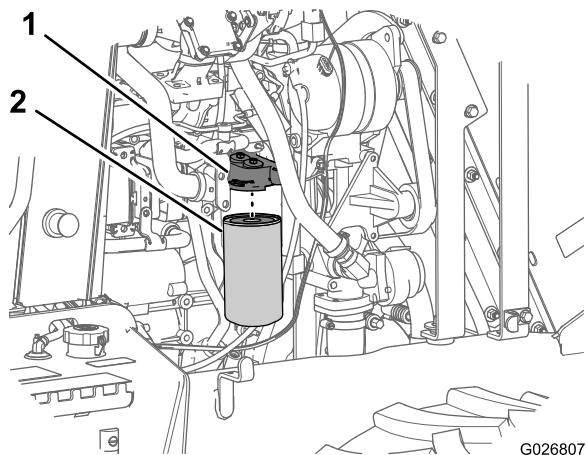

Рисунок 66
- Поместите небольшой сливной поддон под масляный фильтр (Рисунок 66).
- Поверните масляный фильтр влево и снимите его (Рисунок 66).
- Совместите масляный фильтр с головкой масляного фильтра и поверните его вправо, пока уплотнение масляного фильтра не войдет в контакт с головкой масляного фильтра (Рисунок 66).
- От руки затяните масляный фильтр еще на 3/4-1 полный оборот (Рисунок 66).